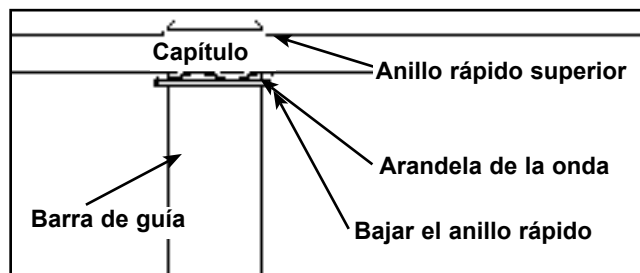

Figura 5
- C. Usar los alicates de un anillo rápido externos, quita el anillo rápido superior a partir del uno de la guía las barras y bajan cuidadosamente la barra de guía. Ver Figura 5.